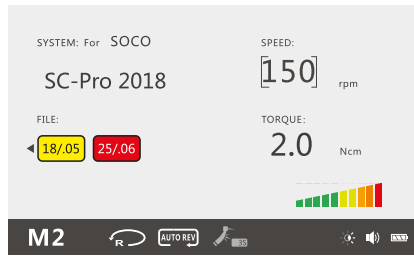

Рис. 27 Налаштування швидкості
- Коли користувач змінює параметри, значення береться в дужки [ ], як показано на рис. 27.